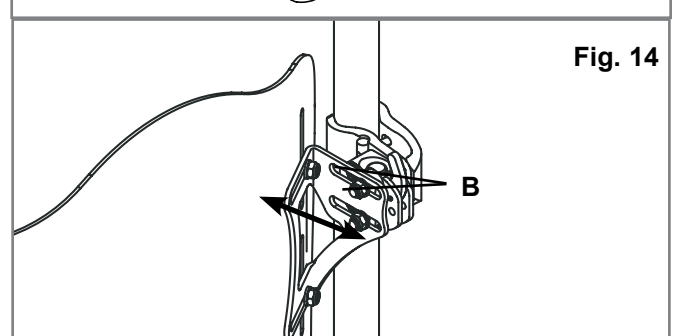

Fig. 14
- Om de J3 rugsteun in diepte en hoek te verstellen, maakt u de linker- en rechtermoeren (Fig. 14-B) op de houdersleuf los.
- Verstel de diepte en/of hoek en draai de bouten weer goed aan. De aanbevolen draaikracht is volgens de specificatie 100 - 110 in-lbs. (11,3 - 12,4 Nm). Controleer of geen van de verstelbouten (Fig. 14-B) slipt of doordraait.